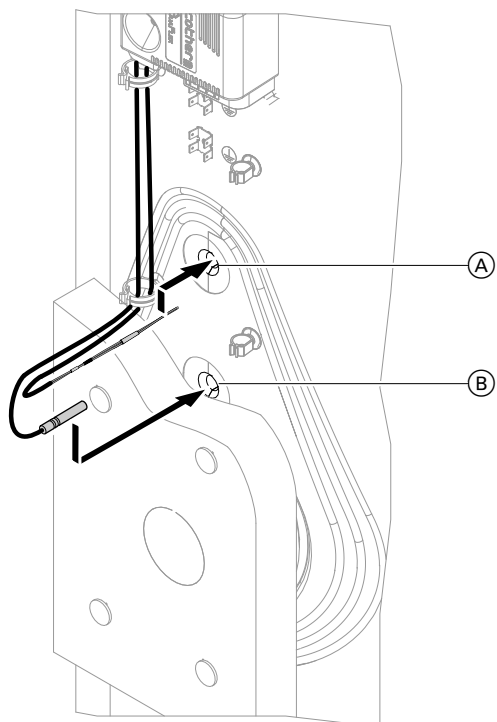

Fig. 19
Es posible cambiar el perfil de consumo de L a XL para una mayor demanda de A.C.S. Para ello, se retira la sonda de temperatura del interacumulador montada de fábrica de la vaina de inmersión (A) y se monta en la vaina de inmersión (B), consultar fig. 19